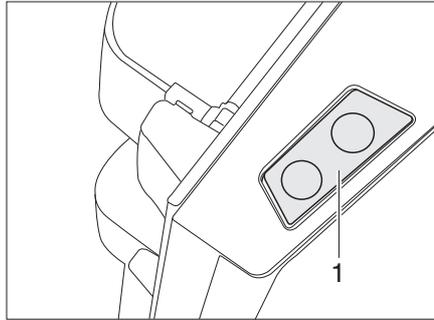

Bild 230 Entriegelungstaste der Kühlschranktür (Dometic 8er-Reihe)
**Öffnen:** ■ Die Entriegelungstaste (Bild 230,1) drücken und die Kühlschranktür öffnen.